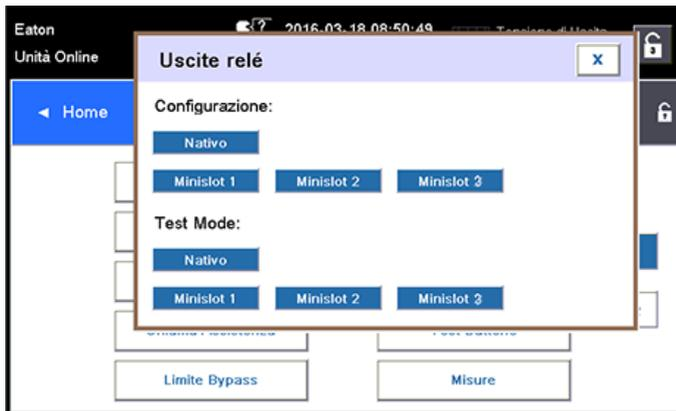

Figura 36. Opzioni per la configurazione delle uscite del relé
10. È possibile verificare i relè selezionando una qualsiasi delle opzioni in modalità test (vedere figura 36).